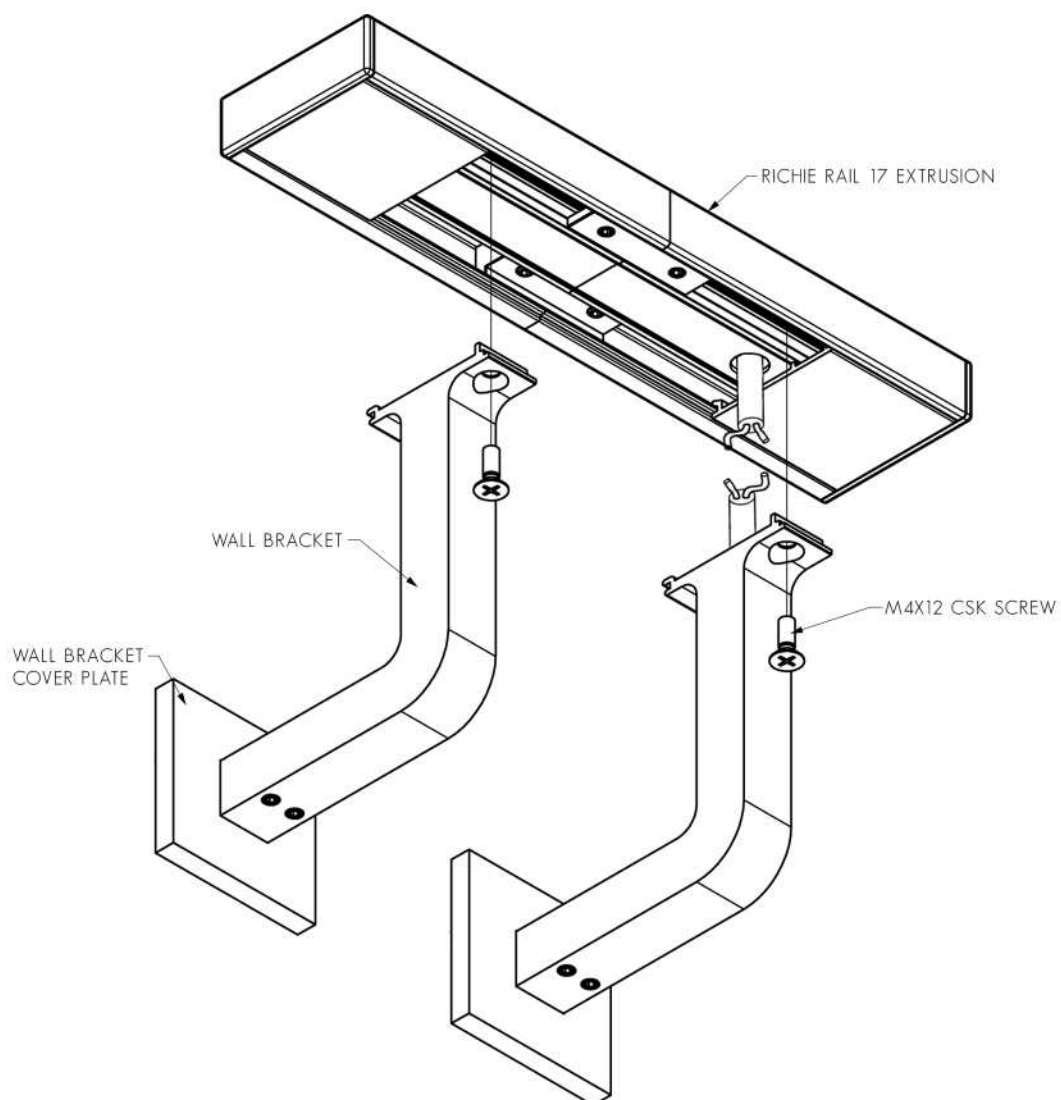

FIG. 6 - ENSURE WALL BRACKETS ARE SECURED TIGHTLY
2. AFFIX RICHIE RAIL 17 EXTRUSION TO WALL BRACKETS USING M4X12 CSK SCREWS PROVIDED. ENSURE THEY ARE TIGHT. SEE FIG. 6.